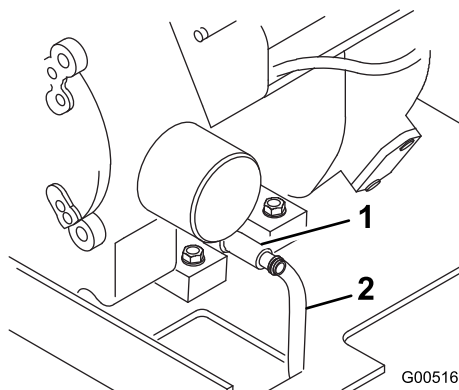

Figure 21
4. Raccordez une extrémité de flexible au robinet de vidange et placez l'autre dans un bac (Figure 21).
5. Ouvrez le robinet de vidange d'huile en le tournant vers la gauche tout en le tirant (Figure 21).